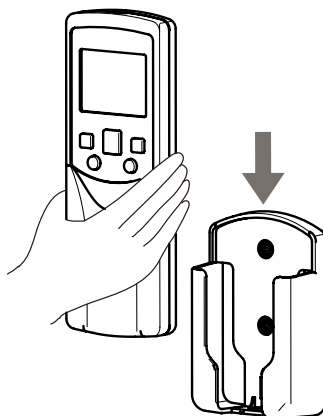

Figura 4
2. Encaixe, na posição vertical, o controlador remoto no suporte (vide Figura 4).